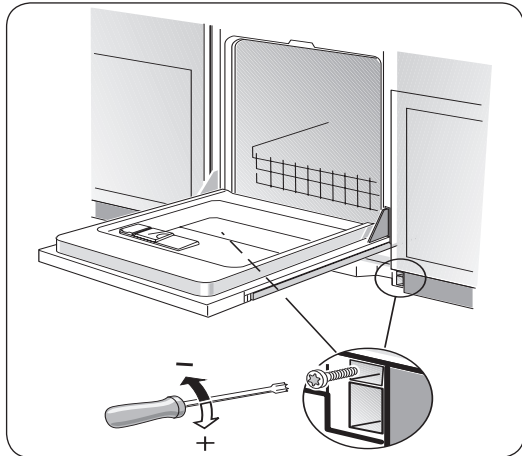

Ilustración 34
- 2 Introduzca los tornillos como muestra la Ilustración 34. Dele vuelta al tornillo en el sentido del reloj para aumentar la tensión del resorte.